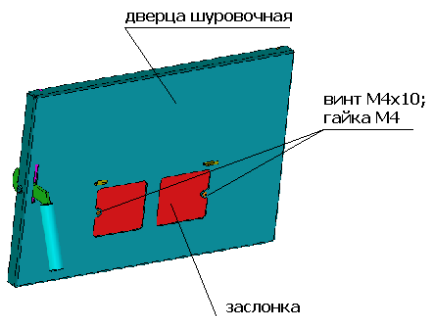

Рис.31 Крепление заслонки (крышка не показана)
8.2.3 На шуровочной дверце 1 (рис.2) снять кронштейн 4 (рис.9). Из комплекта горелки КОРІ 4/25 или КОРІ 12/50 (табл.2) на шуровочную дверцу с внутренней стороны (рис.31) крепить заслонку (изоляция на дверцу).